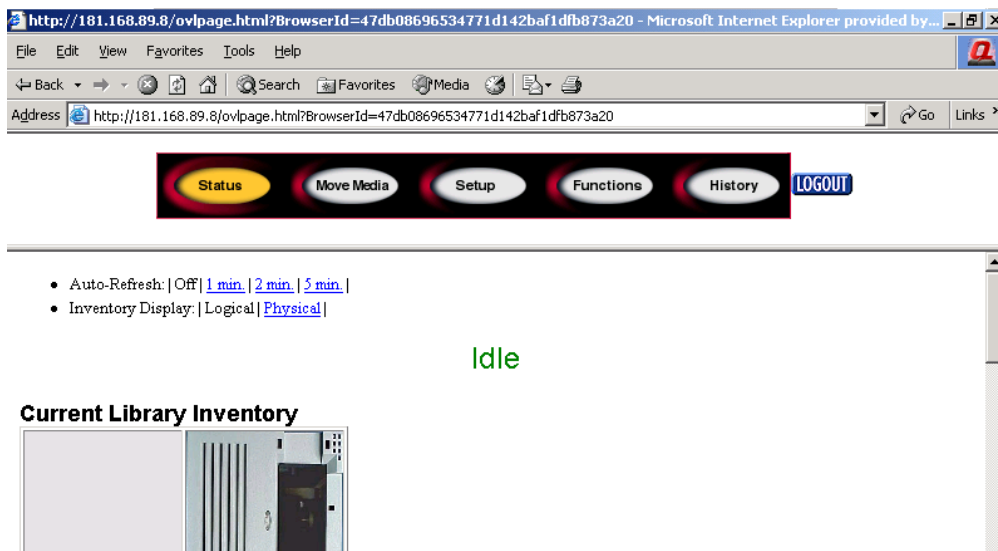

Figure 66 : Écran d'état
3. Cliquez sur la librairie pour accéder à l'écran **Status** (État) (voir la Figure 66).